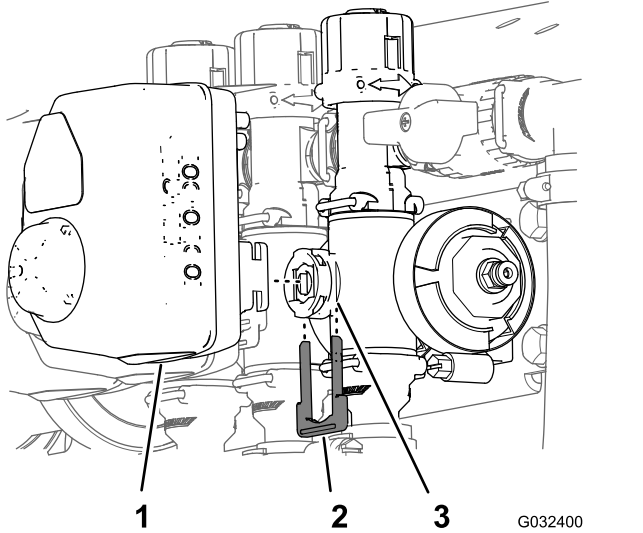

Figura 56
1. Retire la horquilla de retención que sujeta el actuador al distribuidor de la válvula de sección (Figura 56).
2. Retire el actuador del distribuidor (Figura 56).